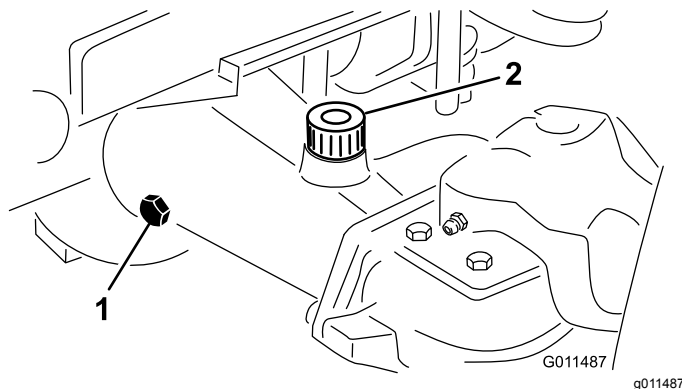

Рисунок 18
2. Снимите контрольную пробку с одного конца моста и убедитесь, что масло доходит до низа отверстия (Рисунок 18).